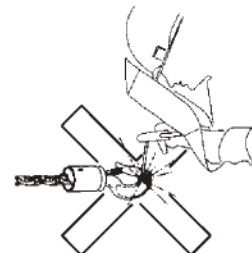

Fig. 3
- È assolutamente vietato saldare qualsiasi oggetto al gancio o alla catena di carico. La catena di carico non deve mai essere utilizzata come massa durante operazioni di saldatura (Fig. 3).